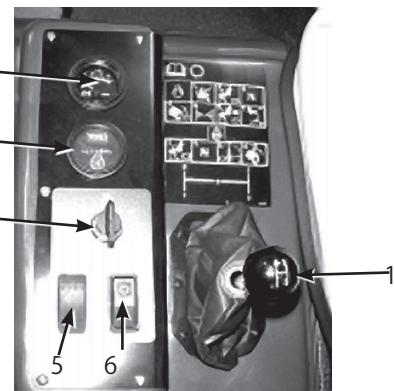

図14
4. 希望する速度にセットされたら、速度リミッタの根元にあるロック・ダイヤル（図14）を右に回して設定を固定する。ロックを解除する場合には、このダイヤルをゆるめる。